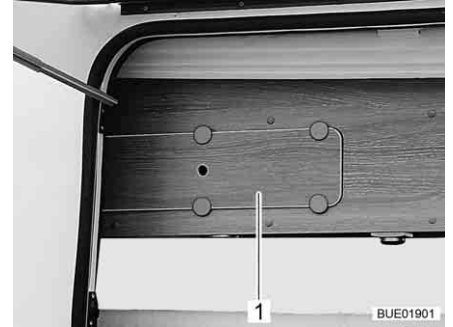

Bild 183 Abdeckung am Hängeschrank
- Abdeckung (Bild 183,1) abnehmen.